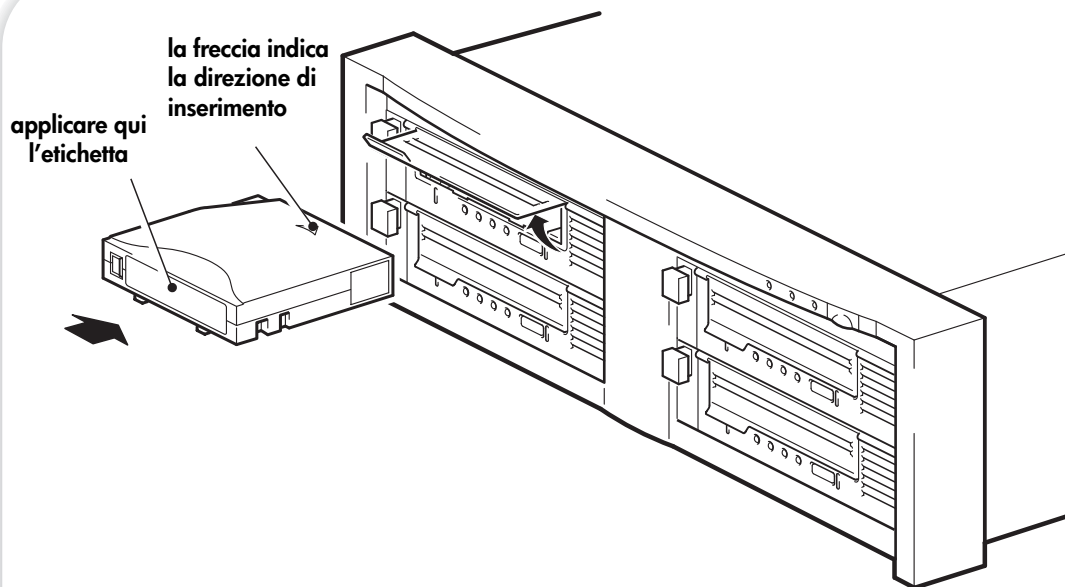

Figura 6a: caricamento di una cartuccia
- 1 Sollevare lo sportello della cartuccia e inserire la cartuccia nello slot situato nella parte anteriore dell'unità facendo attenzione che la freccia bianca si trovi nella parte superiore e rivolta verso lo sportello dell'unità. Esercitare una lieve pressione fino a che l'unità non aggancia e carica la cartuccia (vedere la figura 6a).